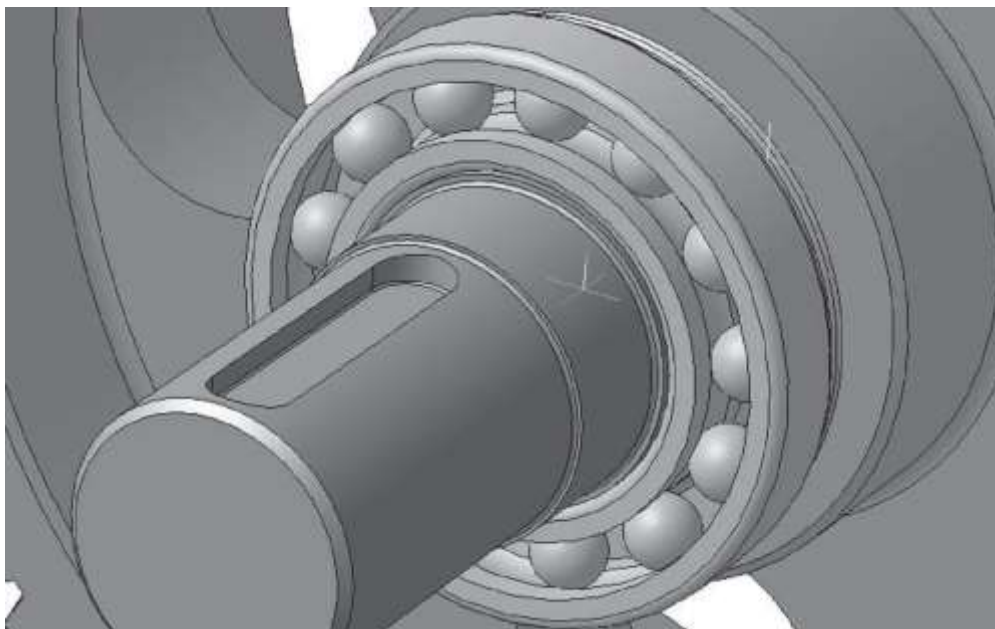

Рисунок 9.7 – Підшипниковий вузол ведучого вала
9. Після вставки підшипника створіть спряження *Співвісна* циліндричної поверхні його внутрішнього кільця і поверхні ділянки вала під підшипник, а також сполучення *Збіг об'єктів* між бічною плоскою гранню внутрішнього кільця і поверхнею виступу на маслозатримній кришці, в яку повинно впертися внутрішнє кільце підшипника. Перший підшипниковий вузол успішно складений (рис. 9.7).